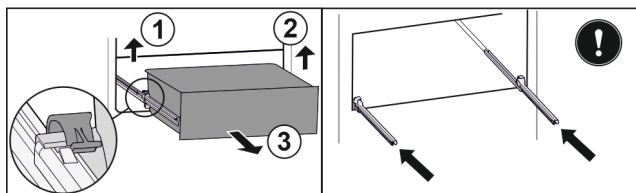

Fig. 118
- ▶ Sollevare il morsetto sinistro e allo stesso tempo tirare in avanti il cassetto sinistro. Fig. 118 (1)
- ▶ Sollevare il morsetto destro e allo stesso tempo tirare in avanti il cassetto destro. Fig. 118 (2)
- ▶ Rimuovere il cassetto tirandolo in avanti. Fig. 118 (3)